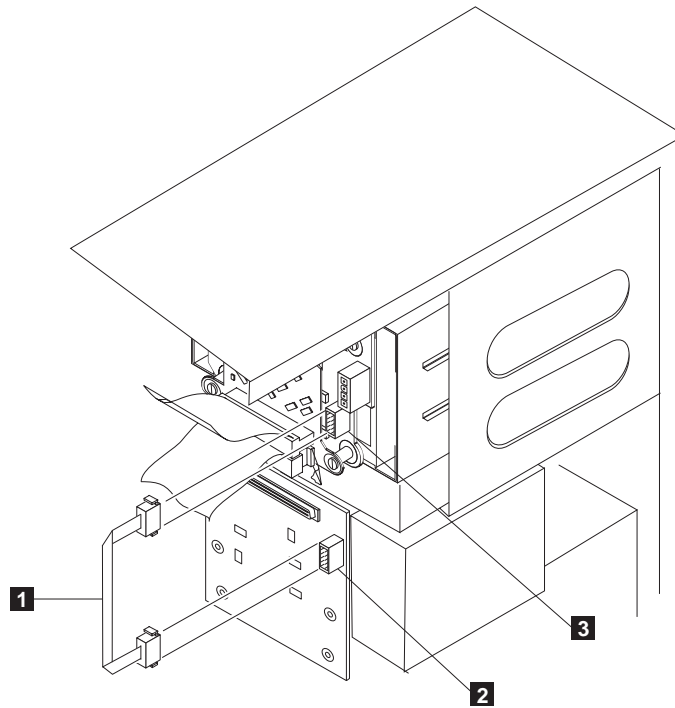

图 78. 连接灰色 I²C 电缆
- a) 将 I²C 电缆接口之一连接至 SCSI 底板 (参见第 145 页的图 78 以便获得 SCSI 底板上的接口位置)。
b) 将另一 I²C 电缆接口连接至新 3-Pack 扩充件 SCSI 底板（参见图 78 以便获得 3-Pack 扩充件底板上的接口位置）。